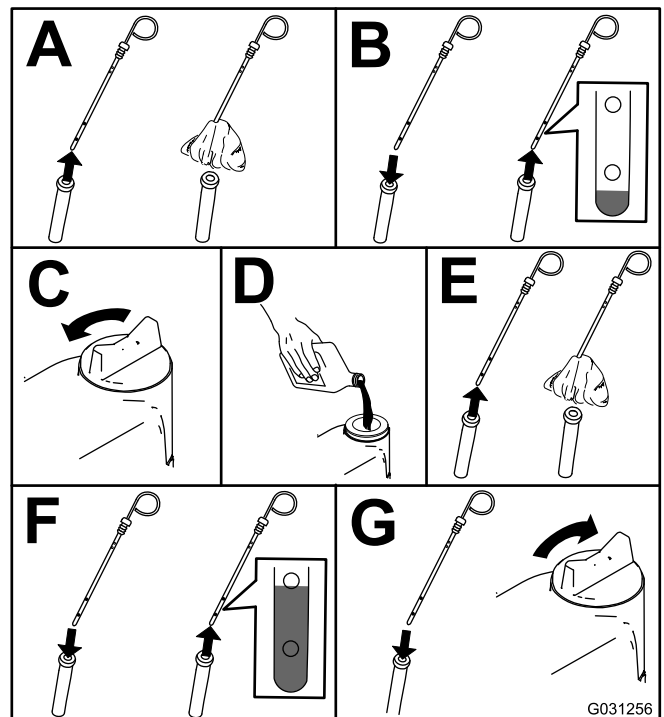

Figura 50
2. Compruebe el nivel de aceite del motor; consulte Figura 50.